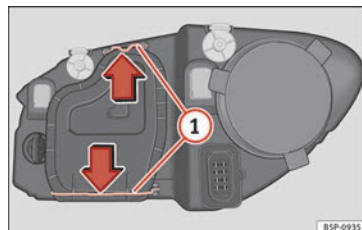

Abb. 178 Abblendlicht
- Verschieben Sie die Streben **» Abb. 178 1** in Pfeilrichtung und nehmen Sie den Deckel ab.